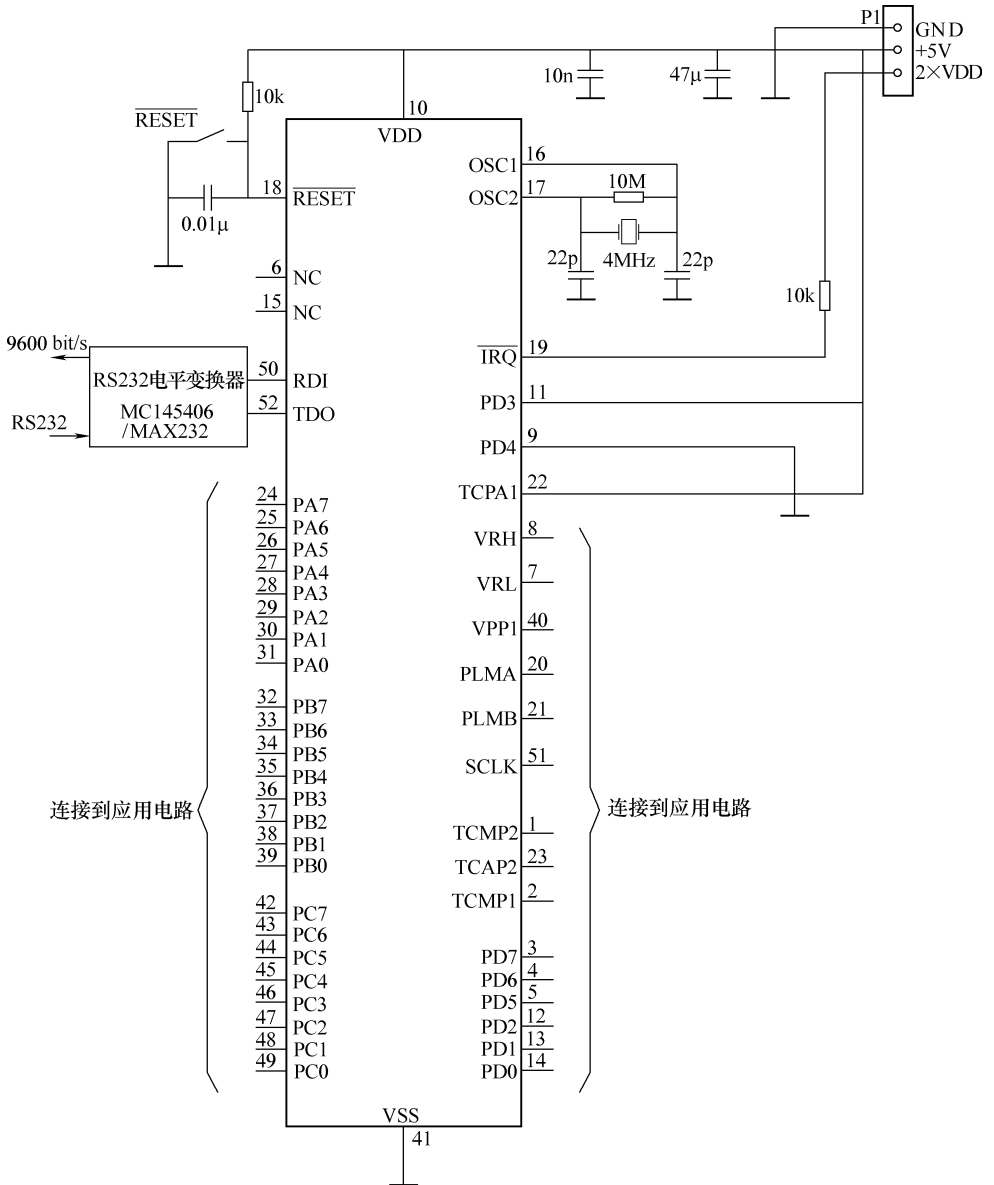

图 5-12 MC68HC05SR3 应用电路
- (12) MC68HC05SR3 应用电路 (见图 5-12)